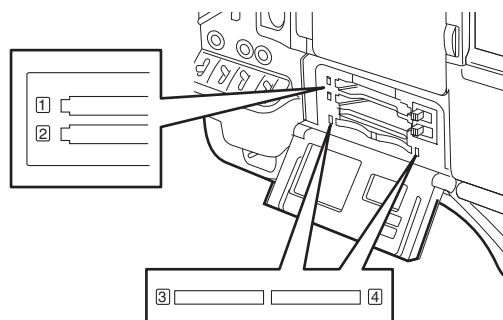

図2
- 4 P2 カードをカードスロットに挿入し、スロットカバーを閉める。(図2)